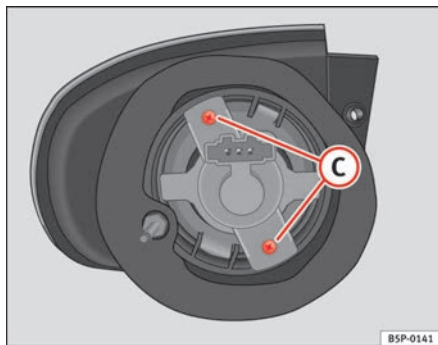

Fig. 192 Indicatore di direzione
- Svitare le viti ⇒ pag. 272, fig. 192 **(C)** dei portalamпада e tirare.
- Rimuovere le viti ⇒ fig. 192 (C) dei portalampade e tirare.